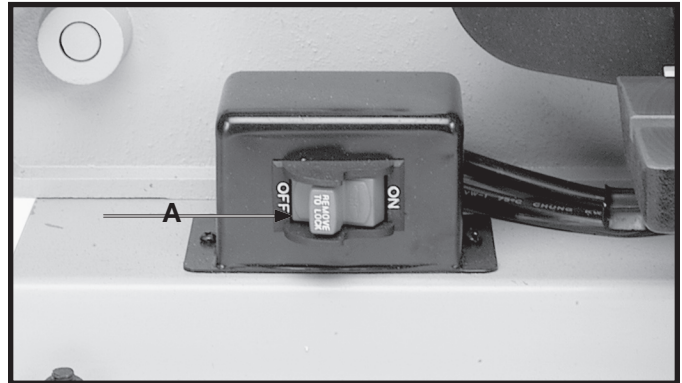

Fig. 21
El interruptor de ENCENDIDO/APAGADO (A) Fig. 21 está localizado sobre una caja de interruptores en la base de la lijadora. Para ENCENDER la máquina, mueva el interruptor (A) a la posición elevada. Para APAGAR la máquina, mueva el interruptor (A) a la posición inferior.